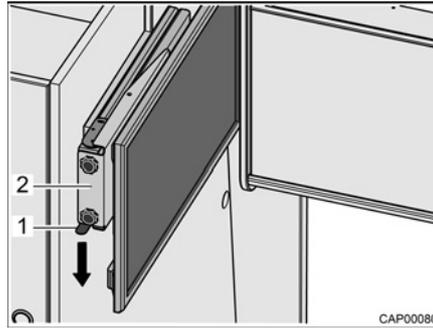

Fig. 49 Dispositivo de extracción con pantalla plana
- Presionar el resorte de cierre (Fig. 49,1) hacia abajo y extraer el dispositivo de extracción (Fig. 49,2) con pantalla plana horizontalmente hacia el centro del vehículo.
- Introducir el dispositivo de extracción (Fig. 49,2) con pantalla plana horizontalmente hasta el tope. El resorte de cierre (Fig. 49,1) engatillará audiblemente.